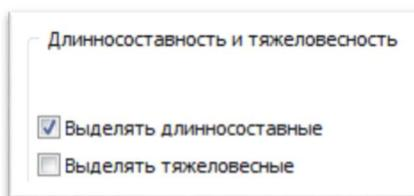

Рис.53. Выбрана опция для выделения нитей длинносоставных поездов.
7. Для установки/снятия отображения выделения нитей длинносоставных, тяжеловесных поездов установить/снять соответствующие галочки (см. рис. 53).